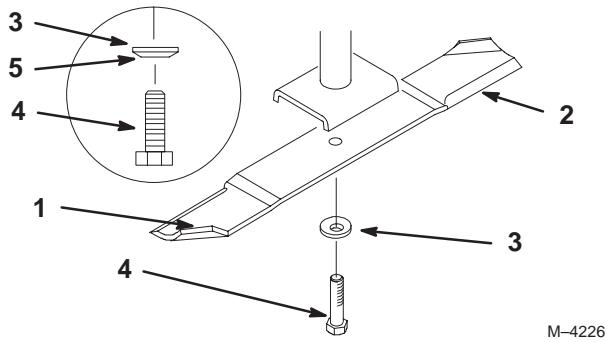

Figure 38
1. Tenez la lame à son extrémité avec un chiffon ou un gant épais. Retirez le boulon, la rondelle élastique et la lame de l'axe de la lame (Fig. 38).
2. Vérifiez l'équilibre de la lame en la plaçant sur un équilibrEUR (Fig. 37). Si la lame reste horizontale, elle est équilibrée et peut être utilisée. Si la lame est déséquilibrée, limez un peu l'extrémité de la partie incurvée seulement (Fig. 38). Répétez la procédure jusqu'à ce que la lame soit équilibrée.
1. Placez la lame sur l'axe (Fig. 38).
2. Installez la rondelle élastique et le boulon de lame (Fig. 38). **Serrez le boulon de lame à 115–150 Nm (85–110 pieds-livre).**